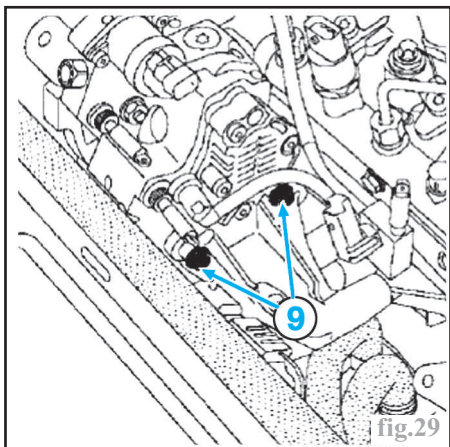

fig.29
- les deux vis de fixation (9) de la pompe haute pression sur son support arrière (fig.29),